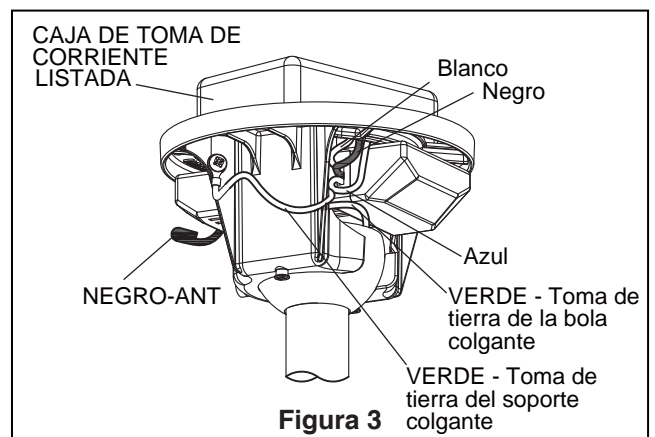

Figura 3
Profunda caja con aparato ortopédico (Figura 3)
1. Fije bien la abrazadera para colgar a la caja de salida con los tornillos y las arandelas provistas con la caja de salida. (Figura 3)
2. Una vez haya hecho las conexiones, coloque los cables hacia arriba y empújelos cuidadosamente hacia dentro de la caja de la toma de corriente, poniendo los cables blancos y verdes a un lado de la caja y los negros hacia el otro lado. Los cables deben ser colocados de forma extendida poniendo el conductor de la toma de tierra y el conductor de toma de tierra del equipo a un lado de la caja, colocando el conductor sin toma de tierra en el otro lado de la caja. (Figura 3)
3. Extraiga uno de los tres tornillos del ensamble de la placa de iluminación y guarde los tornillos para pasos posteriores. Afloje levemente los otros dos tornillos. (Figura 3)
3. Los botones del mando a distancia tienen las siguientes funciones: (Figura 3)